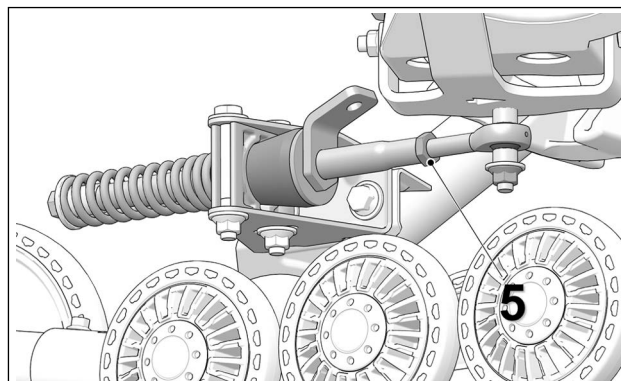

Figure 16
- Resserrer le contre-écrou (5) à un couple de 40 Nm (30 lb·pi). Voir Figure 16.